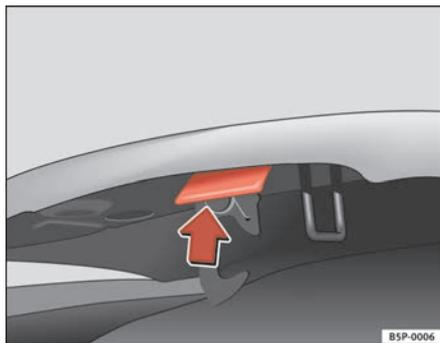

Fig. 163 Poignée d'ouverture sous le capot-moteur
- Appuyez sur la bascule sous le capot-moteur de manière à ce qu'elle soit orientée vers le haut ⇒ fig. 163. Le crochet de fixation est alors déverrouillé.